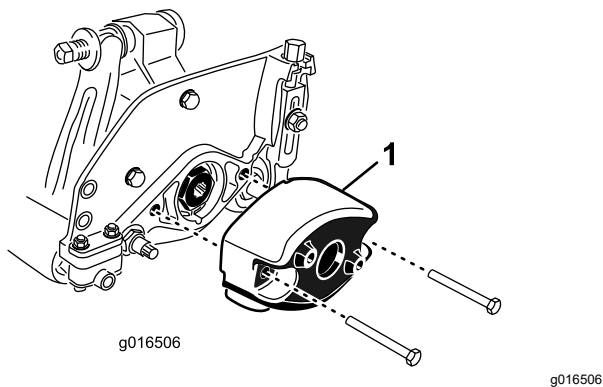

Рисунок 8
1. Отверните два болта, крепящих противовес с левой стороны режущего блока. Снимите противовес (Рисунок 8).
5. С правой стороны режущего блока нанесите тонкий слой масла на уплотнительное кольцо и установите противовес с помощью двух болтов, снятых ранее (Рисунок 8). Затяните болты с моментом от 16 до 20 Н·м.